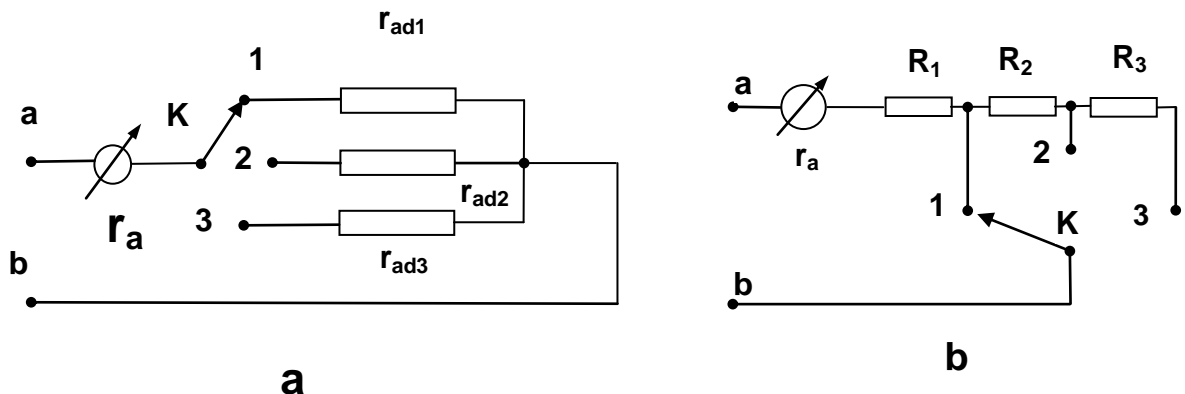

Fig. 2. Voltmetre cu mai multe domenii de măsurare
- cu câte o rezistență adițională pentru fiecare interval de măsurare (fig. 2.a);
- rezistența adițională este realizată din mai multe rezistențe legate în serie (fig. 2.b);